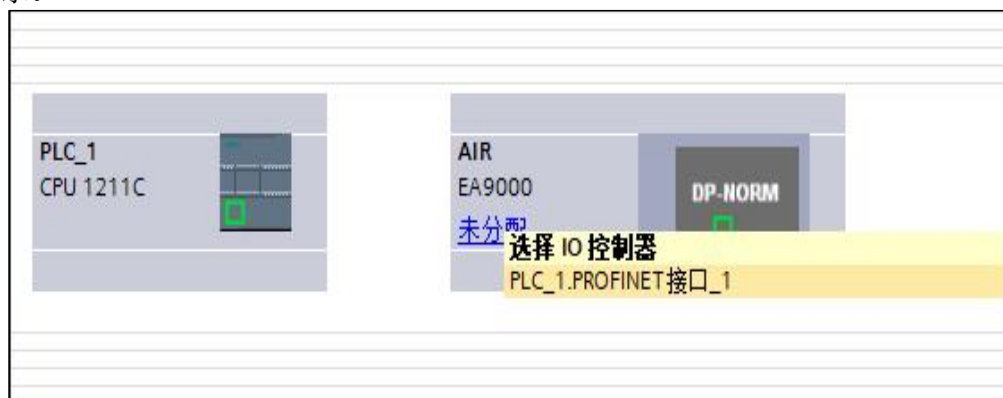

图5-17 分配IO控制器
6、在网络视图中为IO分配控制器，鼠标单击IO模块中“未分配”，选择PLC_1.PROFINET接口_1,如图5-17所示。